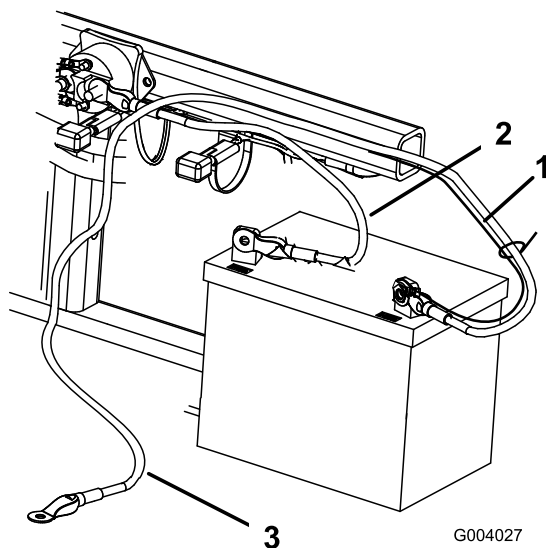

Figure 5
2. Fixez le câble positif (rouge) à la borne positive (+) avec un boulon de 1/4 x 5/8" et un contre-écrou (Figure 5).
3. Fixez le petit câble noir et le câble négatif (noir) à la borne négative (-) de la batterie avec une boulon (1/4 x 5/8") et un contre-écrou (1/4 pouce) (Figure 5).